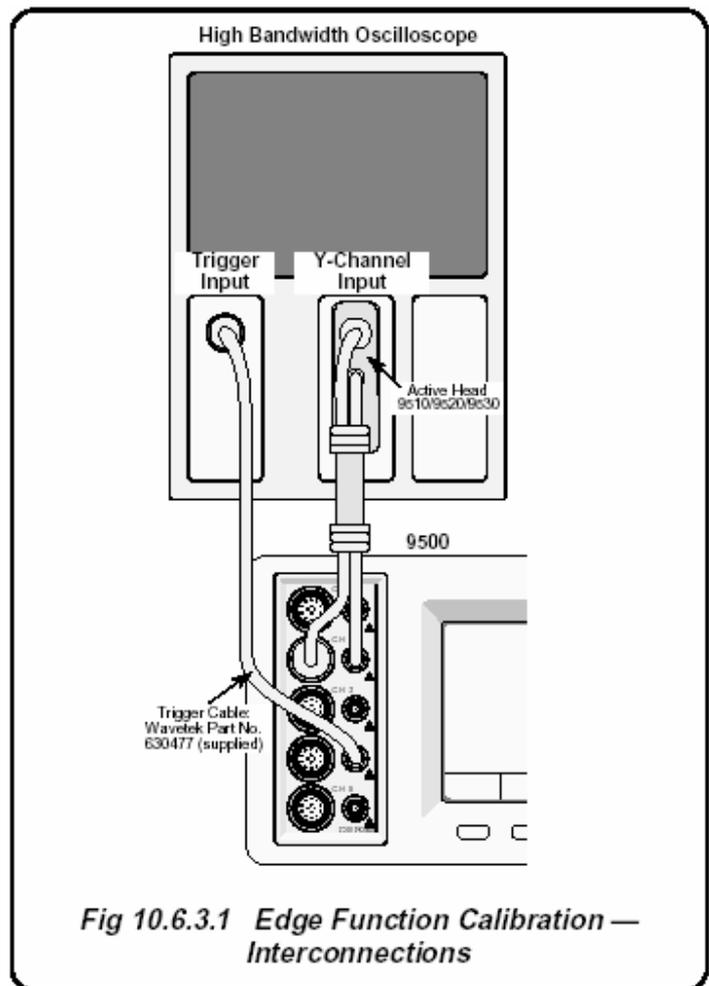

Рис. 10.6.3.1. Калибровка функции импульсного перепада - межсоединения
- 1 Соединения** Убедитесь, что калибратор 9500B соединен с осциллографом как показано на Рис. 10.6.3.1, и что оба прибора включены и прогреты.
- 1 Убедитесь, что калибратор 9500В соединен с осциллографом, как показано на *Рис. 10.6.3.1* и что оба прибора включены и прогреты.
- 5 Включите выход калибратора 9500В (ON).
- 1 Убедитесь, что калибратор 9500В соединен с осциллографом, как показано на *Рис. 10.6.3.1*, и что оба прибора включены и прогреты.
- 5 Включите выход калибратора 9500В (ON), выбирая цель 1 (TARGET 1) из *таблицы 10.6.3.3*.
- 5 Включите выход калибратора 9500В (ON), выбирая цель 1 (TARGET 1) из *таблицы 10.6.3.4*.
- 5 Включите выход калибратора 9500В (ON), выберите «TARGET 1» из *Таблицы 10.6.3.5*.
- 5 Включите выход калибратора 9500В (ON), выберите «TARGET 1» из *Таблицы 10.6.3.6*.